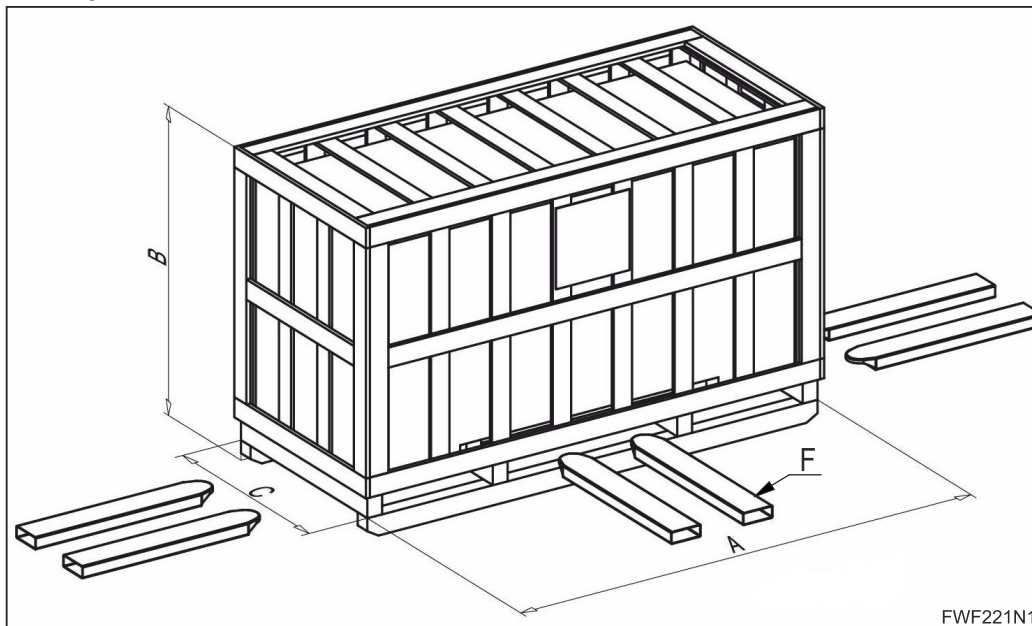

Figura 10
- A máquina embalada poderá ser transportada utilizando os suportes de uma empilhadora ou um porta-paletes manual. Consulte *Figura 10*. Para obter informações sobre o peso, consulte *Tabela 3*.
- Os suportes devem ser inseridos no centro da paleta, caso o transporte seja efetuado pela parte frontal (F). Consulte *Figura 10*.